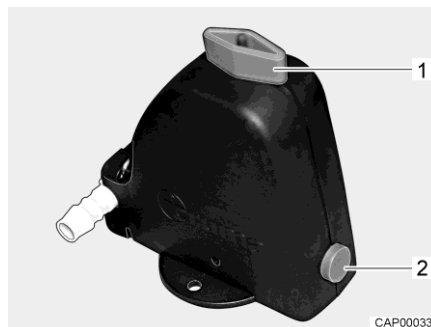

Bild 181 Säkerhets-/avtappningsventil (Truma)
- Öppna säkerhets-/avtappningsventilen (Truma). Vrid då vredet (Bild 181,1) mot säkerhets-/avtappningsventilen. Tryckknappen (Bild 181,2) skjuts ut.